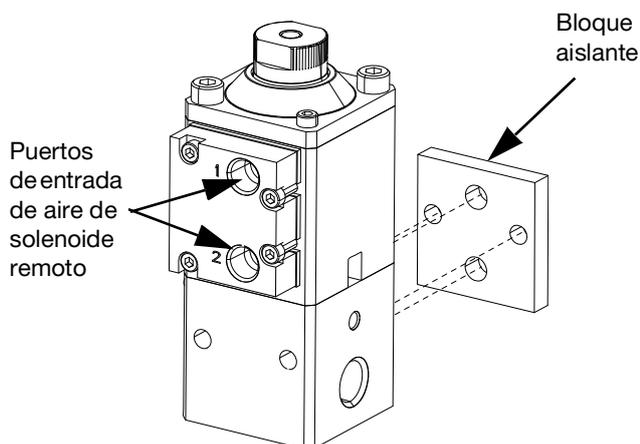

FIG. 7
- b. Para válvulas con solenoide montado a distancia (J), consulte la tabla siguiente. Consulte la FIG. 7.